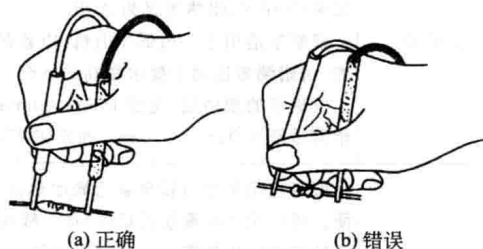

图 1-5 万用表表笔的握法
(5) 万用表 万用表一般采用磁电式测量机构（又称表头）配合测量线路实现各种电量的测量。万用表由表头、测量线路与转换开关组成。万用表分为指针式万用表与数字式万用表。
① 指针式万用表。指针式万用表由指示部分、测量电路和转换装置三部分组成。指针式万用表使用时，应注意以下事项：
a. 测量时，应用右手握住两支表笔，手指不要触及表笔的金属部分与被测元器件，如图 1-5 所示；